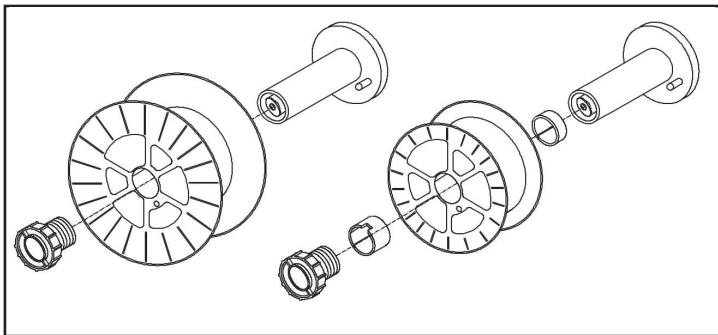

Figure 3 - Chargement du fil
- Si nécessaire pour le type de bobine, insérez les entretoises comme indiqué sur la figure 3.